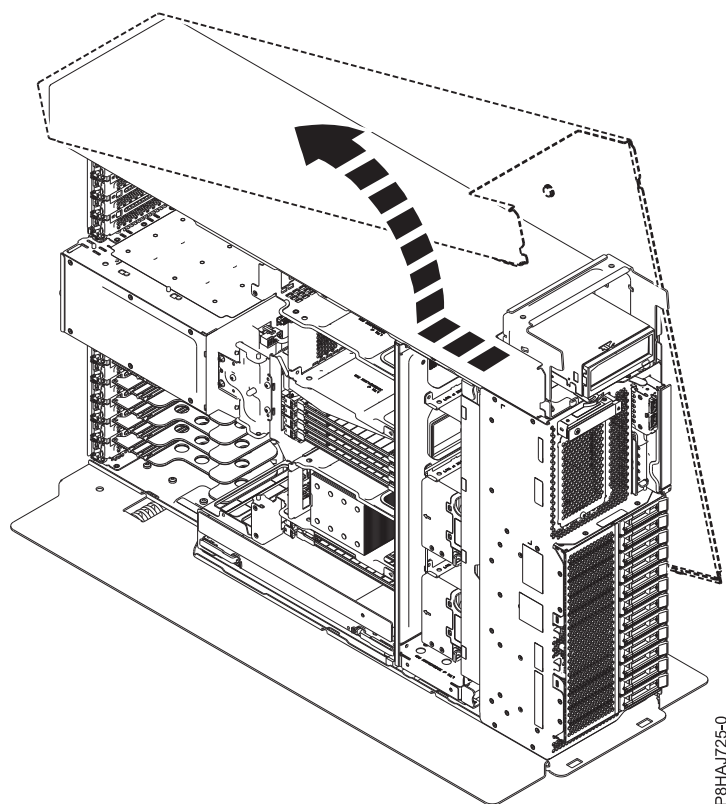

Figura 33. Remover a tampa lateral do 8286-41A
5. Deslize a tampa lateral do sistema na direcção que é apresentada na Figura 33.